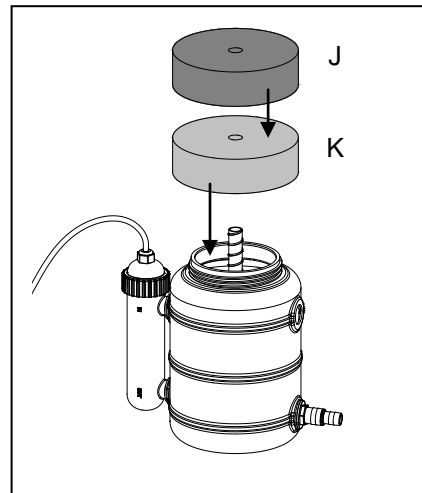

Fig. 4
- Coloque la almohadilla de filtración fina dentro del tanque. Luego coloque la almohadilla de filtración gruesa sobre la almohadilla de filtración fina. Fig. 4